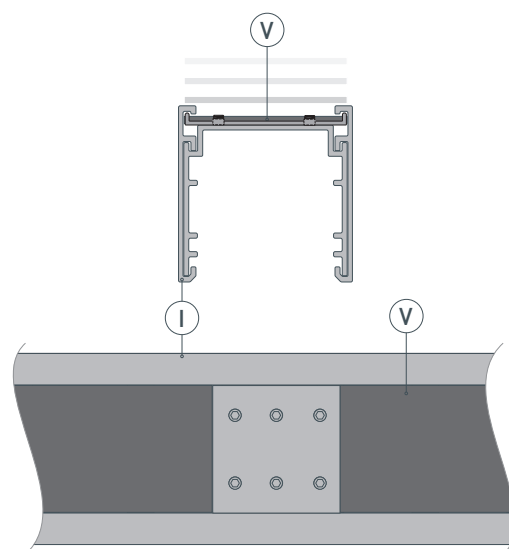

Рис. 5. Установка ленты-вставки **V** на профиль **I**. Вид сверху
- 4 /** Для защиты светодиодной ленты от пыли и фильтрации светового потока установите обратно на верхнюю грань профиля **I** эластичную ленту-вставку **V**, как показано на рис. 5.